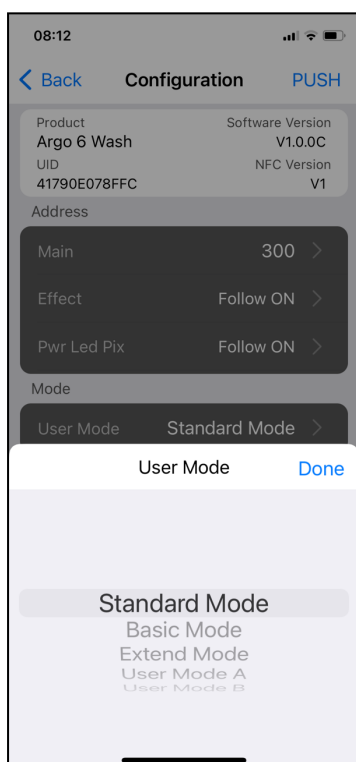

Figure 4
- 2) Vous pouvez préparer les modifications des paramètres tels que l'adresse DMX, User Mode..(figures 4&5)